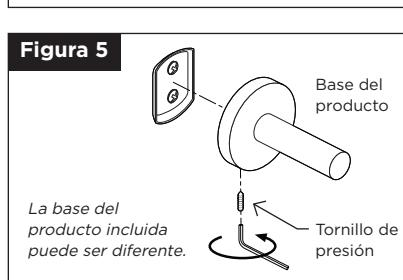

Figura 5
5. Fije la base a la pared (Figura 5):